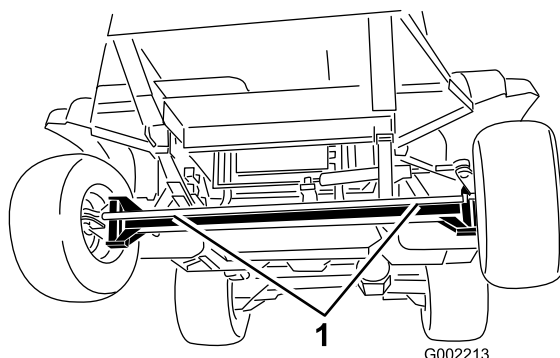
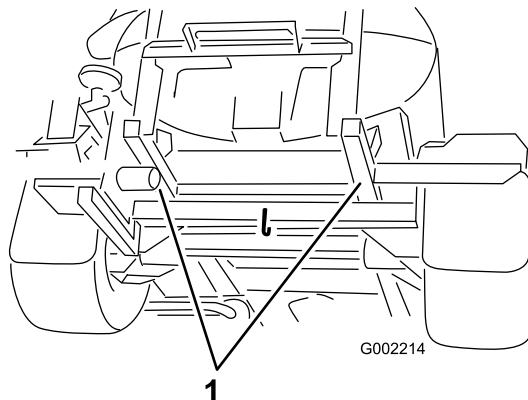

Figure 61
Figure 62
4. Accrochez un câble de remorquage au cadre; voir les points de remorquage avant et arrière (Figure 61 et Figure 62).